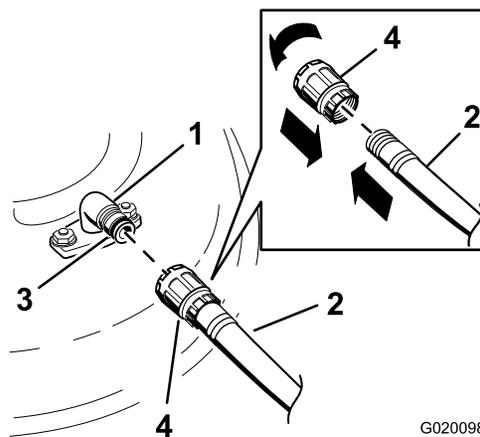

Figure 61
3. Branchez le raccord du tuyau d'arrosage à l'embout de lavage de la tondeuse et ouvrez l'eau en grand (Figure 61).